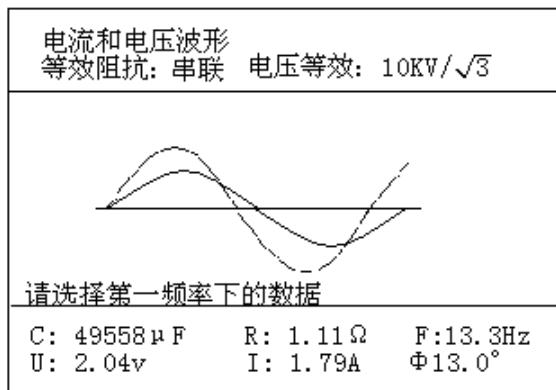
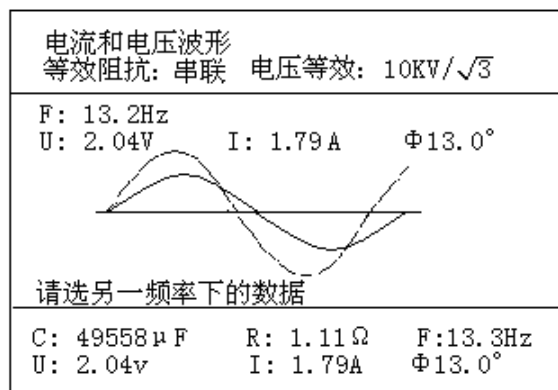
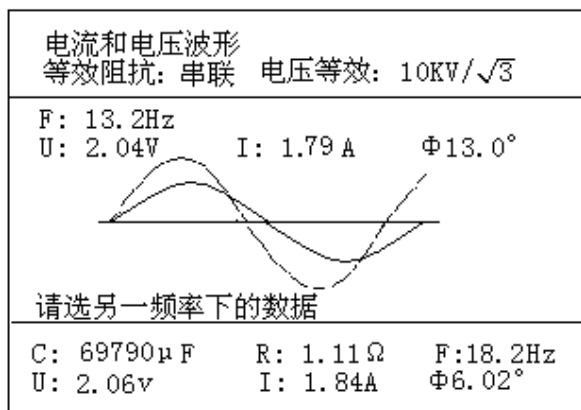
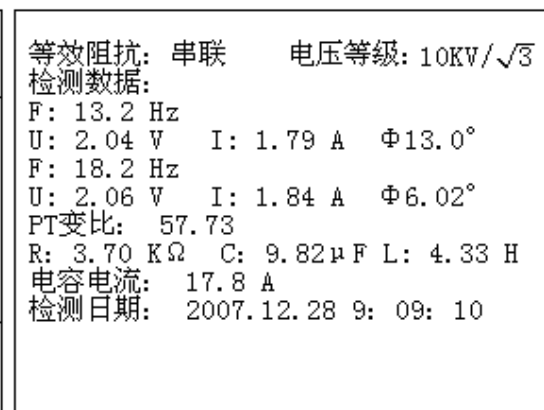

图 14
图 15
图 16
图 17
4. 在主菜单中将光标移到“测量”键，按“确认”键进入测量画面，根据屏幕显示“请选第 1 频率下的数据”，这时将测量输出开关置于“通”，将频率选择开关（模式选择）置于 F1 (M1)，顺时针调节输出调节旋钮，这时屏幕上会出现电压、电流波形，将电压调至 2~3V（屏幕左下角显示），待数据比较稳定时，如见图 14。按“确认”键，记录下一组数据。这时屏幕会提示“请选另一频率下的数据”，见图 15。然后将频率选择开关（模式选择）置于 F2 (M2)，待数据比较稳定时，见图 16。按“确认”键，这时屏幕会给出测量结果，见图 17。按“打印”键可以将测量结果打印出来。